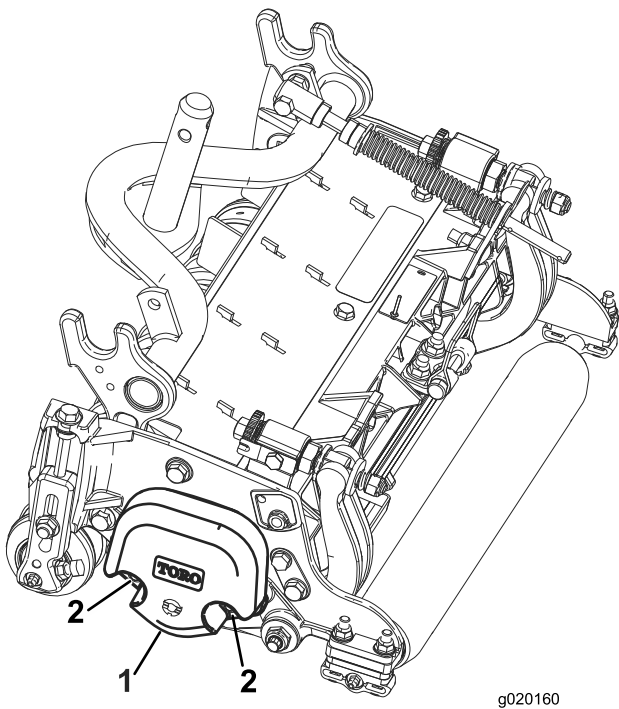

图6
1. 在 2 号和 4 号滚刀组上，卸下将配重块固定至滚刀组左侧的 2 个锁紧螺母。拆下配重块（图6）。